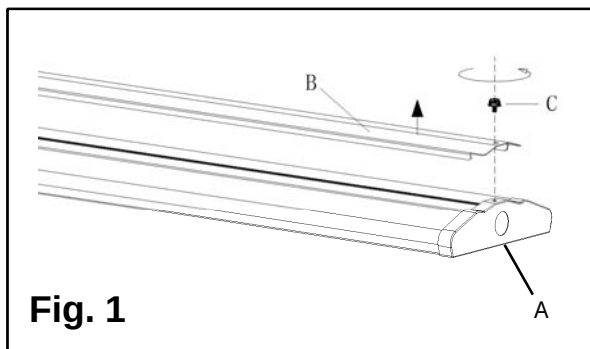

Fig. 1
3. Retire los **tornillos de seguridad (C)** del **luminario (A)**. Levante la **cubierta central (B)** del **luminario (A)**. (Fig. 1).
6. Vuelva a colocar la **cubierta central** (B) en el **luminario** (C) y asegúrelo en su lugar con los **tornillos de seguridad** (A). **(Fig. 1)**
3. Retirez les vis à **écrous de serrage** (C) du **luminaire** (A). Soulevez le **couvercle central** (B) du **luminaire** (A). (**Fig. 1**).
6. Remettez le **couvercle central** (B) sur le **luminaire** (C) et fixez-le en place à l'aide des **vis de serrage** (A). **(Fig. 1)**